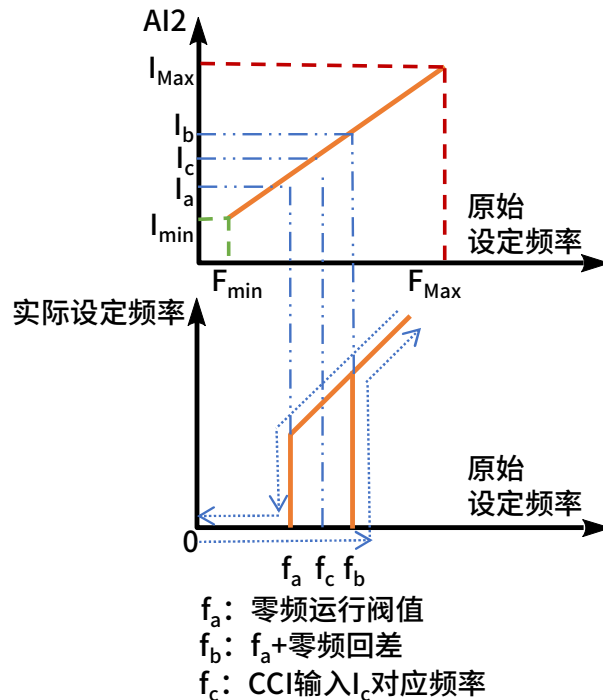

图 5-7 零频回差运行
- 这两个功能码用于设定零频回差控制功能。以模拟量 AI2 电流信号给定通道为例,见图 5-7: